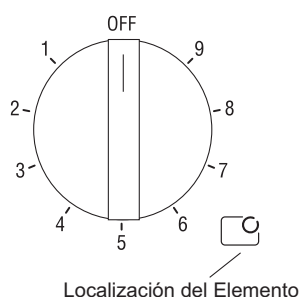

Figura 3: Perilla de control de un elemento sencillo
4. Empuje la rejilla completamente hacia adentro (Vea Figura 3).